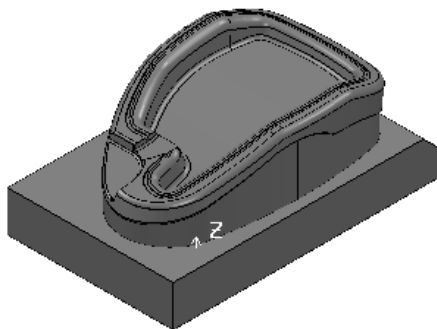

图 2-220 打开范例文件
2) 选择下拉菜单中的“文件”→“打开项目”命令, 弹出“打开项目”对话框, 选择“exercise31”(“随书光盘:\第2章\exercise31\uncompleted\exercise31”)目录, 如图 2-220 所示。